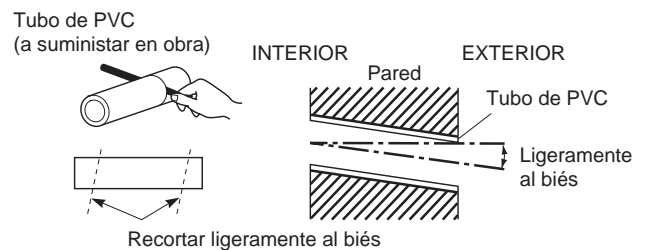

Fig. 3-77
9. Mida el grosor de la pared, recorte un manguito de PVC y ajústelo en la pared (Fig. 3-77)